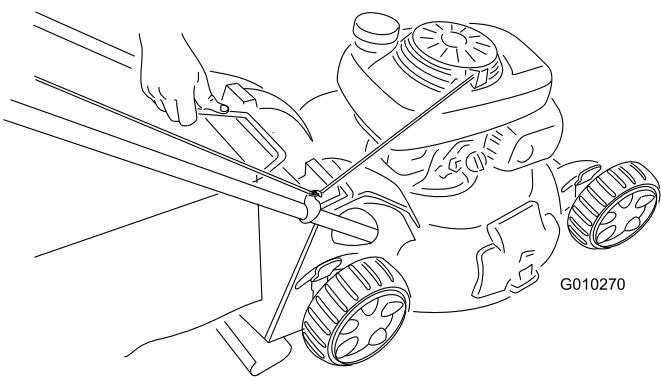

Bild 30
- Heben Sie den Fangkorbgriff aus den Kerben oben an der Maschine und nehmen Sie den Fangkorb ab (Bild 30).